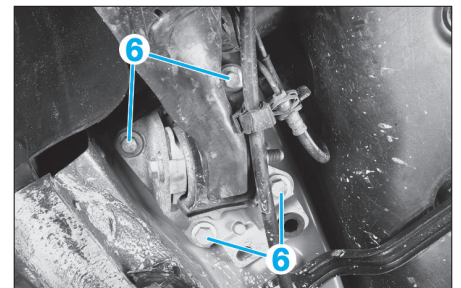

Fig. 60
- Déposer les vis (6) (de chaque côté) (Fig.60).